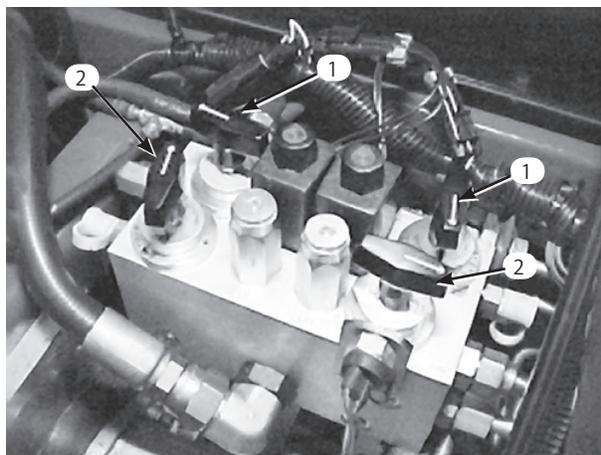

図72
3. リール速度セレクタとバックラップ・ノブを探し出す（図72）。バックラップ・ノブをバックラップ位置にセットし、速度ノブを「1」にセットする。